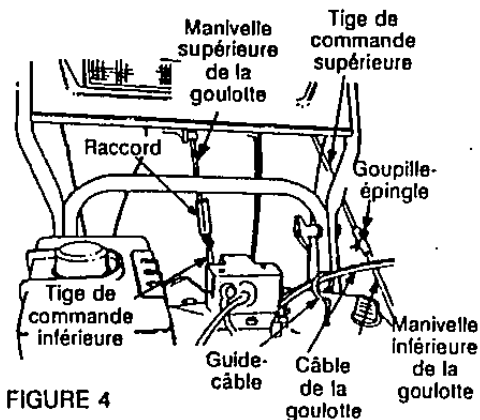

FIGURE 4
- Abaissez le raccord de la tige de commande sur l'extrémité de la tige de commande inférieure. Voir la figure 4. Frappez sur le raccord jusqu'à ce qu'il s'emboîte sur la tige de commande inférieure.
- Dégagez la goupille-épingle de l'extrémité de la manivelle supérieure de la goulotte. Enfoncez la manivelle supérieure dans la manivelle inférieure. Alignez les trous et maintenez en place avec la goupille-épingle. Voir la figure 4.
- S'il ne sont pas déjà installés, insérez les câbles, allant du tableau de bord à la goulotte, dans le guide qui se trouve sur le moteur. Voir la figure 4.